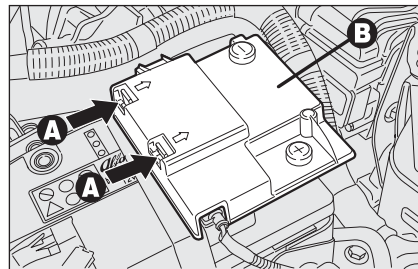

fig. 62
- ☐ agire sulle mollette di ritegno **A-fig. 62** e rimuovere il coperchio di protezione **B**;